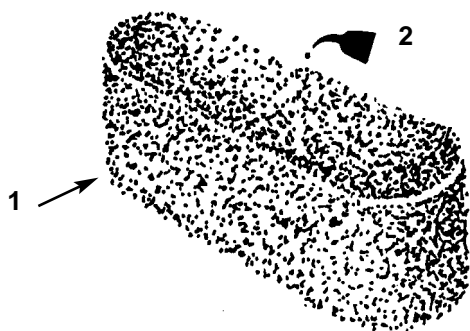

Fig. 31
- C. Versate 25–50 g di olio sul filtro (Fig. 31), e strizzatelo per distribuire l'olio.